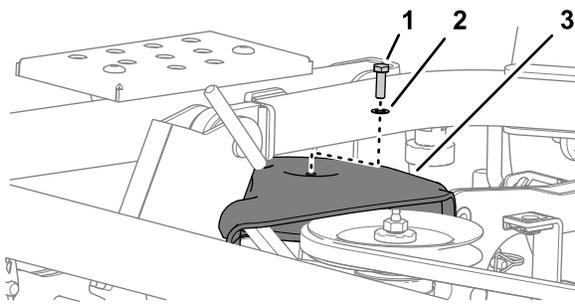

図 117
2. プーリカバーを刈り込みデッキに固定しているボルトとワッシャを外す 図 117。
1. プーリカバーを、一番右側のプーリに合わせる 図 117 プーリカバーの取り外し \(ページ 74\) を参照。